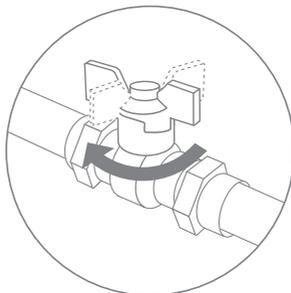

Рис. 3
3. Перед началом монтажных работ перекройте подачу холодной воды к месту подключения (рис. 3) и сбросьте давление в магистрали водоснабжения.